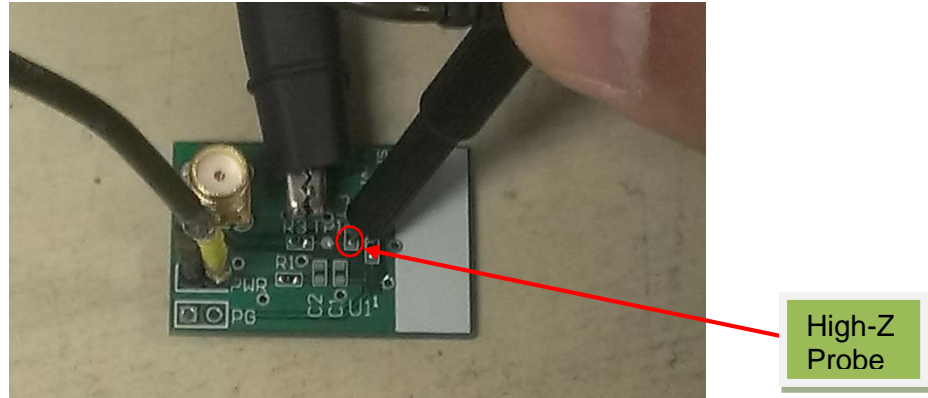

Figure 3: Probing a SiT154x output with a high impedance Tektronix Probe P5050. For information on probing, refer to application note AN10028 [2].
- 図 3 に示す Tektronix P5050 のような高インピーダンスの受動プローブ (> 1 M parallel < 2 pF) を使用する。